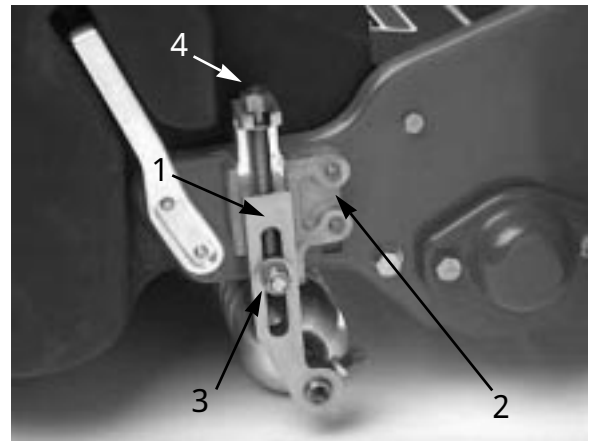

図 13
2. 刈り高アームをブラケットに固定しているロックナットをゆるめる（図13）。